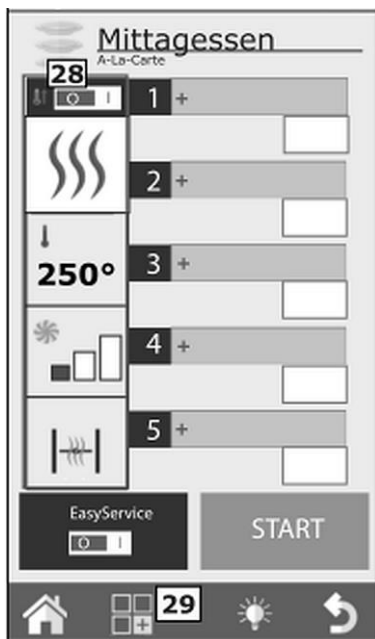

Abb. 36
- Um ein Programm Rack Control zu ändern, betätigen Sie nach dem Öffnen von diesem die Taste 28 (Abb. 36) in der linken Spalte der angezeigten Einstellungen.
- In diesem Fall drücken Sie die Taste Funktionen (29, Abb. 36) und fahren Sie mit den Einstellungen fort, wie im Abschnitt „Kopieren, Verschieben, Umbenennen und Löschen von Garprogrammen“ beschrieben.
3. Drücken Sie dann die Taste Funktionen (29, Abb. 36) und fahren Sie mit der Speicherung des Programms fort, wie im Abschnitt „Speicherung eines Garprogramms“ erklärt.